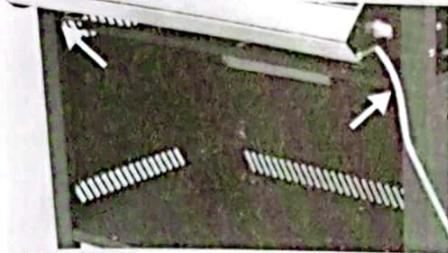

Abb. 17
20. Setzen Sie die Querstrebe ein und schrauben Sie diese mit 2 kurzen Schrauben an den Seitenteilen fest (Abb. 17/Pfeile).